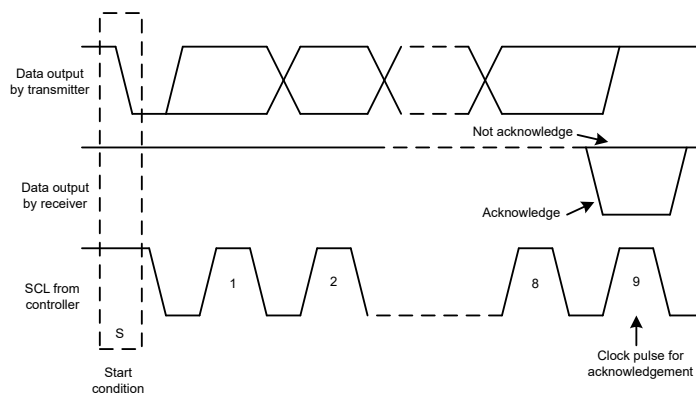
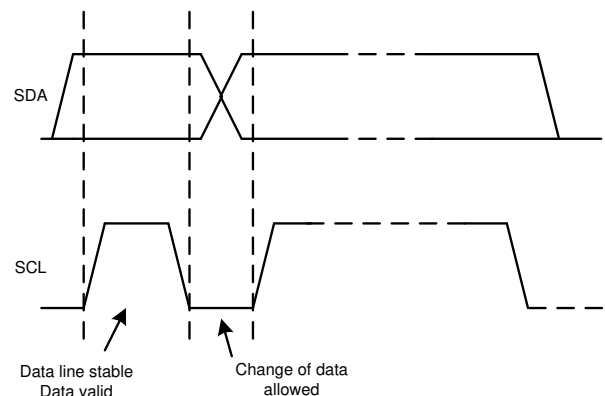

図 6-20. I²C バスにおける確認応答と非確認応答
図 6-22. I²C バスでのビット転送
指定のタイミング信号を除いて、I²C インターフェイスではシリアル バイトを扱います。各バイトの最後に、9 回目のクロック サイクルで確認応答信号が生成および検出されます。確認応答は、9 回目のクロック サイクルの high 期間中 SDA ラインを low にすることで行われます。否定応答は、図 6-20 に示すように 9 回目のクロック サイクルの high 期間中 SDA ラインを high のまま保持することで行われます。
2. 次に、コントローラは SCL パルスを生成し、7 ビットのアドレスと読み取り / 書き込み方向ビット (R/\bar{W}) を SDA ライン上で送信します。すべての送信中、コントローラはデータが有効であることを確認します。有効なデータ条件では、図 6-22 に示されているように、ロックパルスのハイ期間全体にわたって SDA ラインが安定している必要があります。すべてのデバイスは、コントローラによって送信されたアドレスを認識して、そのアドレスをそれぞれの内部の固定アドレスと比較します。一致するアドレスを持つターゲットデバイスのみが、図 6-20 に示すように、9 番目の SCL サイクルのハイ期間全体にわたって SDA ラインをローに引き下げて確認応答を生成します。コントローラがこの確認を検出すると、ターゲットとの通信リンクが確立されます。